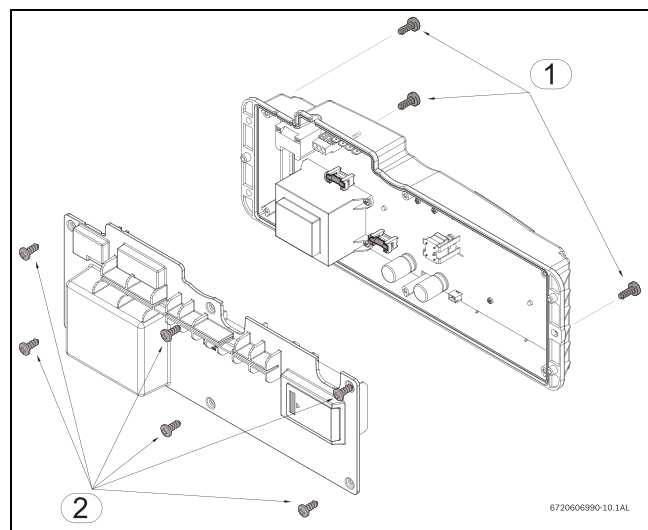

Рис. 3
- ▶ Отпустите шесть винтов на задней крышке блока управления для доступа к плате электронного блока (рис. 3, поз. 2).